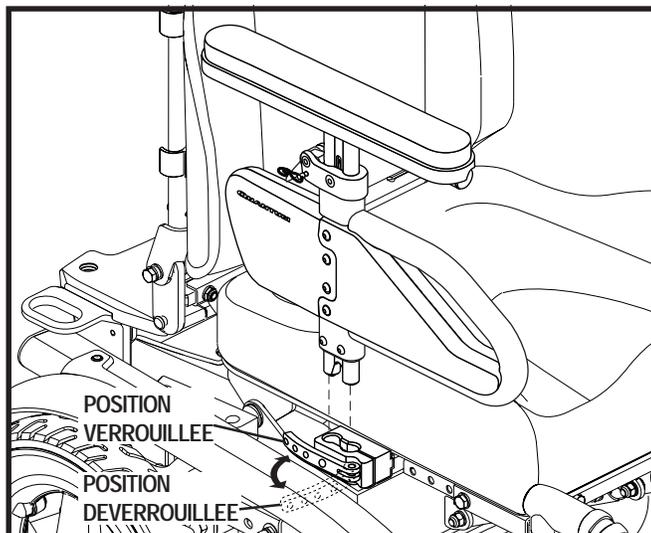

Figure 15. Installation/enlèvement d'accoudoir
1. Tournez le levier de blocage vers l'avant. Voir la figure 15.
1. Placez l'accoudoir dans le réceptacle de verrouillage. Voir la figure 15.